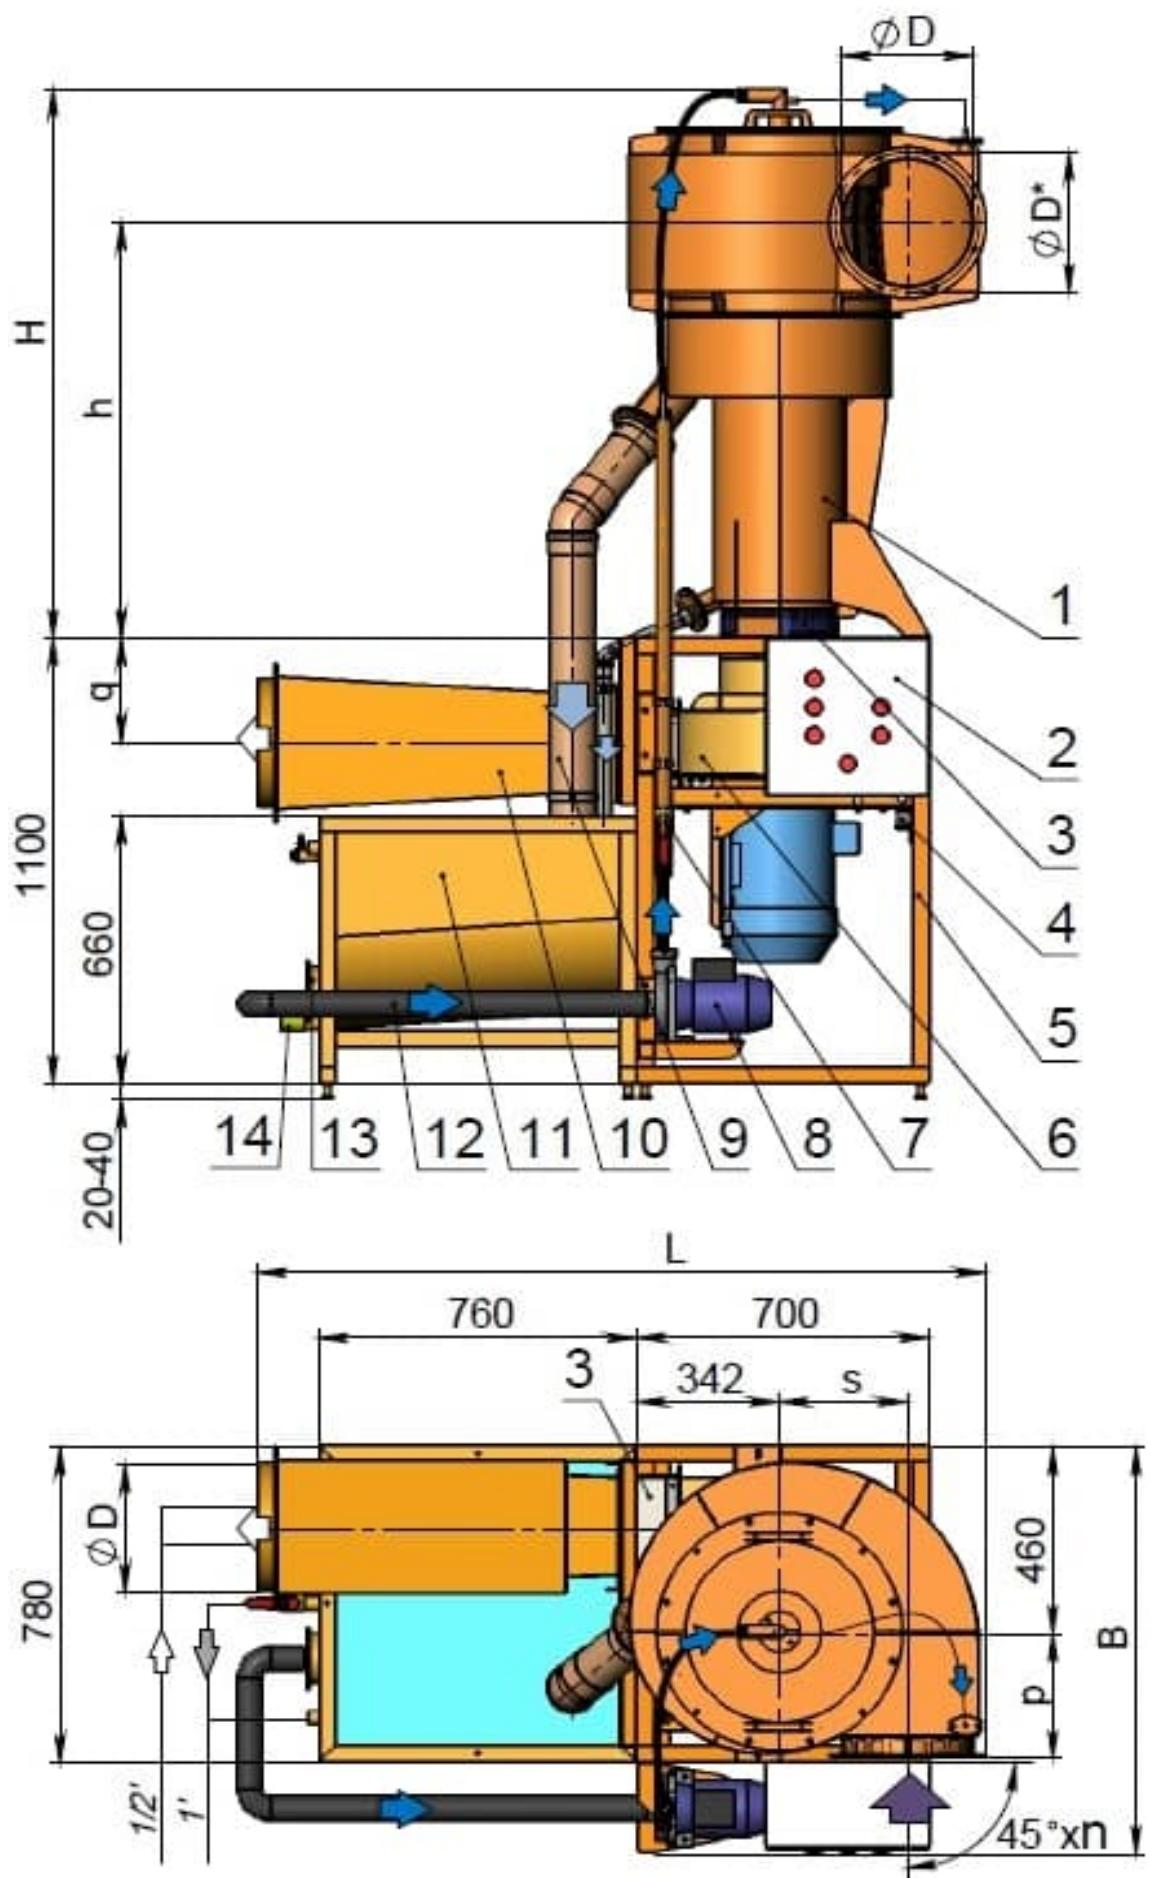
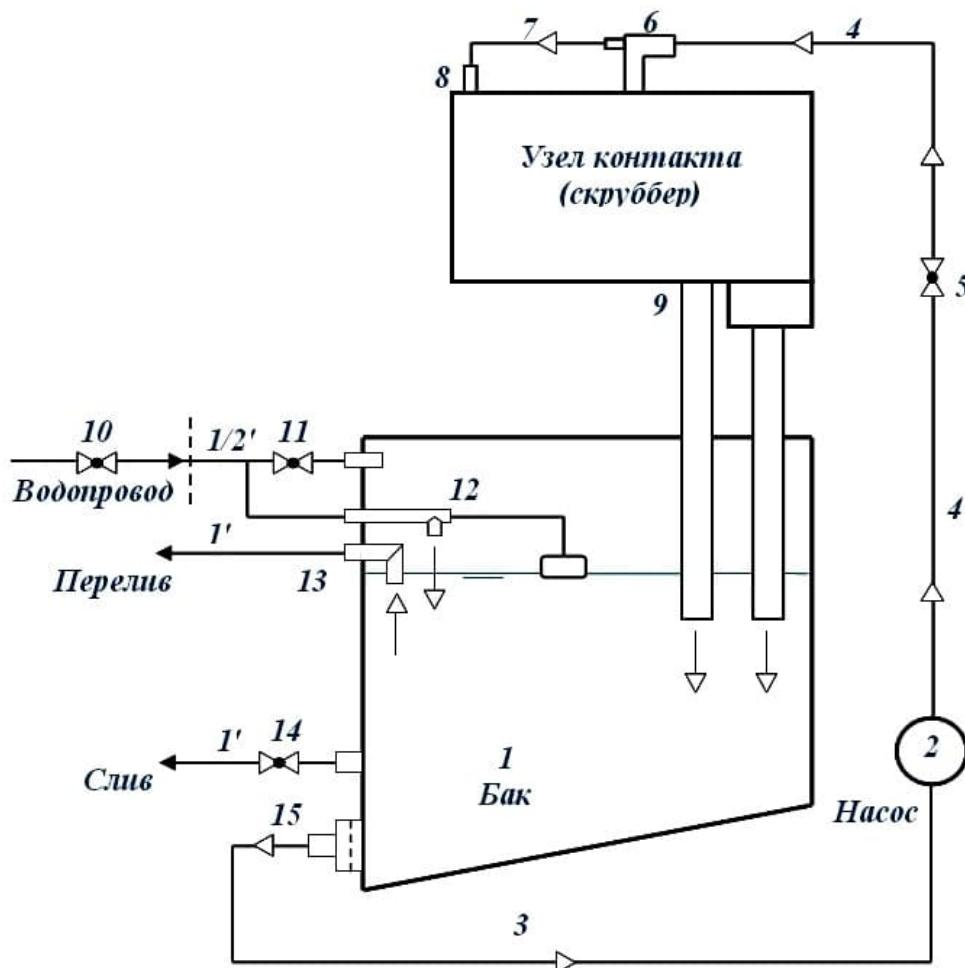
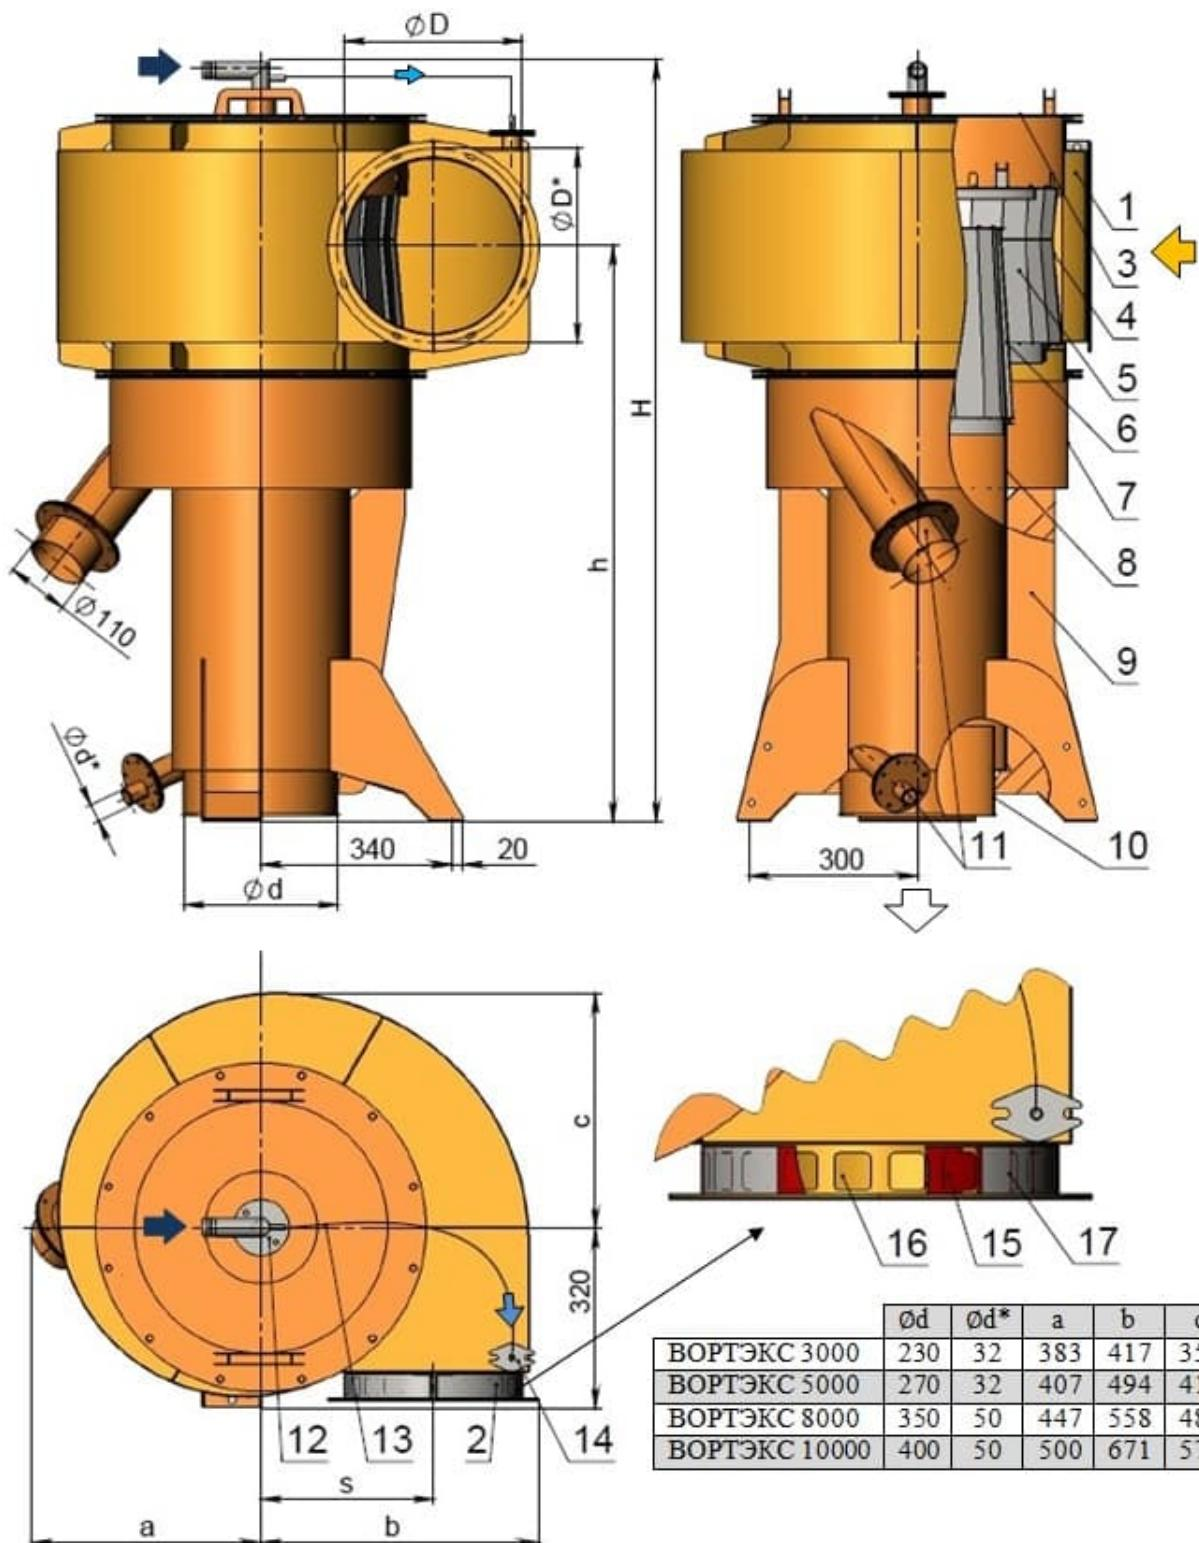
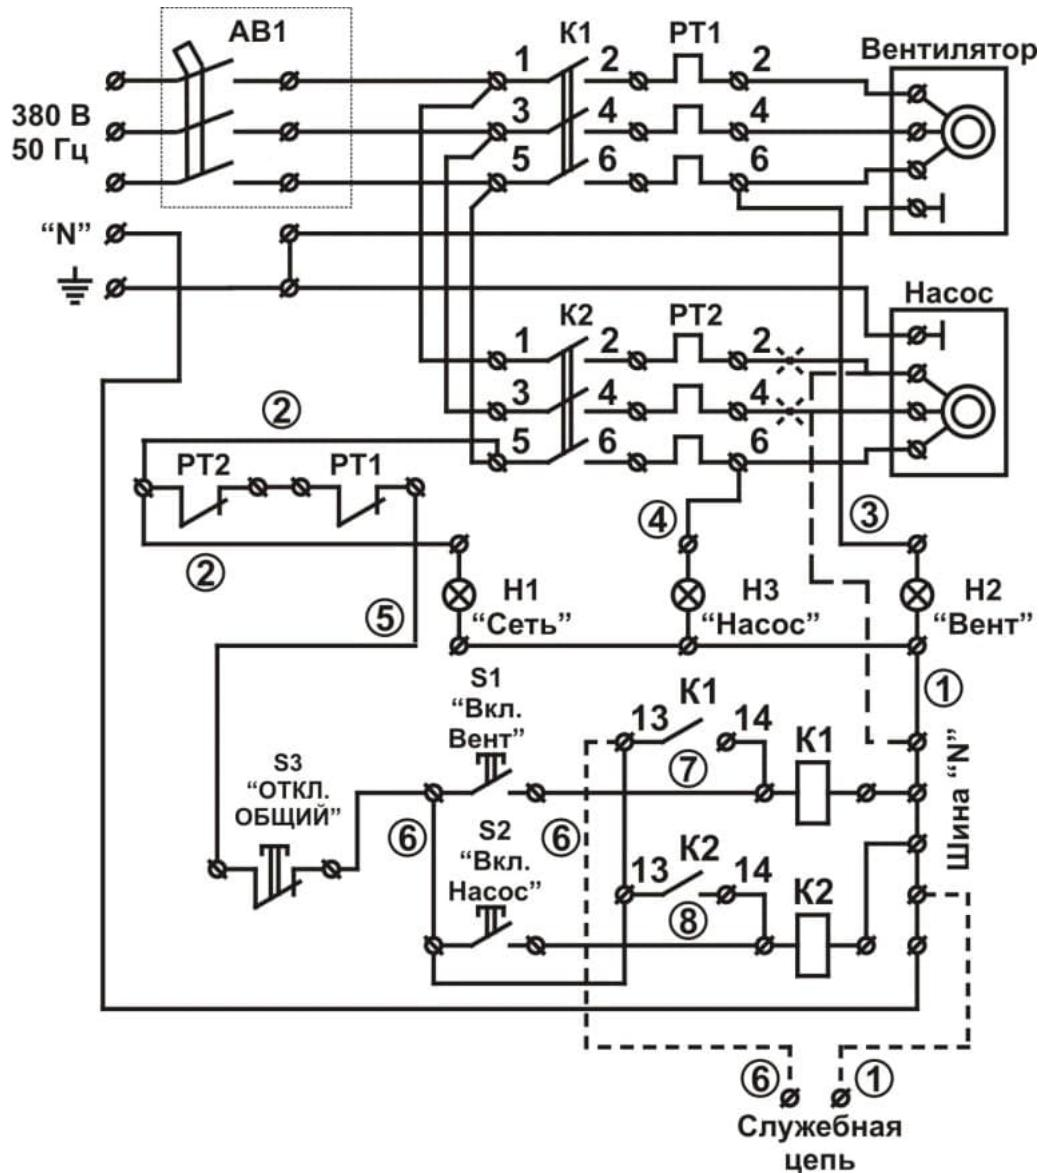

Рис. 1. Вихревой гидрофильтр "Вортэкс" в стандартном исполнении, входной улиткой, ориентированной входом со стороны шкафа управления (270°).
Рис. 2. Схема водооборота установки.
Рис. 4. Узел контакта (вихревой скруббер "Вортэкс").
Рис. 5. Электрическая схема
Вихревые гидрофильтры "Вортэкс" в стандартном исполнении (рис. 1) состоят из следующих сборочных единиц: опорная рама 5, с установленными на ней узлом контакта газа и жидкости (вихревой скруббер "Вортэкс") 1, шкафом управления 2, вентилятором "Вортэкс-3...10" 6, на амортизаторах 4, консольным центробежным насосом 8, гибкими вставками 3, ограничительный вентиль 7, диффузор-шумоглушитель 10, сливные трубы 9, шланг 12, бак обратной воды 11, с установленными на нем штуцером водозабора с предохранительным фильтром 13, сливным штуцером с шаровым краном 14 и необходимая водная арматура.
Основные геометрические размеры установок, не указанные в технических характеристиках и на рис. 1, 2, 3, приведены в таблице:
(рис. 2) включает: бак 1, консольный центробежный насос 2 соединенный шлангом 3 D_y=50мм с баком, шлангом 4 D_y=32мм, с установленными на нем ограничительным вентилем 5 (поз. 7 на рис. 1, 3), соединенным с тройником 6, предназначенным для подачи воды в узел контакта, шлангом 7 D_y=10мм, соединенным со штуцером 8, предназначенным для орошения входа улитки, сливные трубы 9, устанавливаемый на водопроводе вентиль 10 (в комплект не входит), и установленные на баке заправочный штуцер с вентилем 11, штуцер с поплавковым клапаном 12, штуцер перелива 13, сливной штуцер с шаровым краном 14 и штуцер водозабора, оснащенный предохранительным фильтром-сеткой 15.
Узел контакта - вихревой скруббер (рис. 4) включает: улитку **1** с входным по воздуху патрубком **2** и крышкой **3**, установленную внутри улитки вихревую контактную камеру **4**, завихритель **6**, сепаратор **7**, каплеуловитель **8**, опоры **9**, выхлопной патрубок **10** и сливные патрубки **11**. На улитке установлен тройник ввода жидкости **12**, соединенный шлангом **13** со штуцером **14**. Окна **16** (выноска рис.4) жалюзийного типа, используются при необходимости для подсоса воздуха. По умолчанию они перекрыты хомутом **17** с ответными прорезями и уплотнительной манжетой **15**.
Благодаря создаваемому вентилятором разрежению загрязненный воздух поступает во входной патрубок **2** узла контакта (рис. 4), распределяется по периметру улитки **1** и проходит через лопаточный направляющий аппарат вихревой камеры **4**, формирующий равномерно распределенные по периметру тангенциальные струи на входе в камеру и течение вихревой структуры внутри нее.
Вода подается насосом **8** (рис. 1, 3) из бака **11** через предохранительный фильтр-сетку **13** и ограничительный вентиль **7** в тройник **12** (рис. 4), из основного штуцера которого поступает на орошение улитки **1** и вихревой камеры **4**. Часть воды отводится на орошение входного участка улитки с помощью шланга **13** и штуцера **14**. Вместе с воздухом вода поступает в вихревую камеру **4**, где дробится струями воздуха на капли, которые вовлекаются в вихревой поток и центробежными силами отбрасываются к лопаткам направляющего аппарата вихревой камеры. Здесь капли сливаются и вместе с воздухом поступают в центр потока, где вновь дробятся. В результате этого каскадного процесса формируется вращающийся газожидкостный слой **5**, удерживаемый в вихревой камере центробежными силами, эффективно фильтрующий воздух.
На выходе из вихревой камеры основная часть жидкости сбрасывается в карман сепаратора **7** (рис. 4). Небольшая часть жидкости проходит вместе с воздухом через завихритель **6**, подкручивающий поток. Под действием центробежных сил жидкость осаждается на трубе каплеуловителя **8** и собирается в его кармане. Из карманов сепаратора и каплеуловителя через патрубки **11** (рис. 4) и сливные трубы **9** (рис. 1, 3) вода сбрасывается в бак **11** на рециркуляцию.
Система управления установки включает шкаф управления 2 (рис. 1, 3), соединенный электрокабелями с сетью, электродвигателями вентилятора 6 и насоса 8.
Схема электрическая принципиальная показана на рис. 5. Электропитание 380 В, 50 Гц, подается на пускатели двигателя вентилятора и насоса K1 и K2 соответственно. Ток срабатывания защищающего трехфазного автомата AB1 для модели "Вортэкс-3000" - 32А, "Вортэкс-5000" - 40А, "Вортэкс-8000" - 50А, "Вортэкс-10000" – 63А. Пунктиром обозначен вариант присоединения 1-фазного насоса и (только для "Вортэкс-10000") служебная цепь.
В стандартном исполнении со встроенным вентилятором (рис. 1):
В моделях "Вортэкс-8000" и "Вортэкс-10000" узел контакта упаковывается отдельно - сепаратор **7** (рис. 4), каплеуловитель **8** на опорах **9**.
Для монтажа установки (рис. 1,3) необходимо:
6.6 Установить с помощью болтовых соединений на выхлопном патрубке вентилятора **6** диффузор-шумоглушитель **10** в сборе с гибкой вставкой **3** (рис. 1).
6.7 Соединить с помощью прилагаемых шлангов насос **8** (рис. 1, 3) с выходным штуцером фильтра-сетки **13** и ограничительным вентилем **7**, далее с тройником подачи воды **12** (рис. 4), в узел контакта **1**. Закрепить шланги с помощью прилагаемых хомутов. Надеть на сливные патрубки узла контакта **1** трубы **9** (рис. 1, 3).
6.8 Соединить установленный на водопроводе вентиль **10** (рис. 2) напорными шлангами с вентилем **11** и поплавковым клапаном **12**. Соединить шлангами штуцер **13** и кран **14** с канализацией (отстойником, системой утилизации отработанной жидкости). Открыв вентили **10** и **11**, наполнить бак водой. Убедиться в том, что закрытие клапана **12** (отсечение подачи воды) достигается при уровне воды в баке, немного более низком, чем уровень установки штуцера **13**, при необходимости отрегулировать рычаг клапана.
6.9 Убедиться в надежном соединении электрокабелей, выходящих через отверстия в боковой стенке установленного на раме **5** (рис. 1, 3) шкафа управления **2** с электродвигателями вентилятора **6** и насоса **8** в соответствии с принципиальной электрической схемой (рис. 5). Обязательно произвести заземление корпуса шкафа **2**, бака **11** и рамы **5**! Подсоединить шкаф управления к электросети. Проверить соответствие напряжения сети и надежность подсоединения подводящего кабеля к выводам шкафа управления. Подключить установку к сети через установленный в шкафу управления автомат АВ1 – на лицевой панели шкафа должен загореться индикатор "Сеть". Кратковременно включить вентилятор и проконтролировать направление вращения рабочего колеса. При необходимости изменить фазировку подключения вентилятора к сети.
8.1 Перед началом работы убедиться, что все шланги и трубы находятся на штатных местах, шланги надежно затянуты хомутами, а сливной вентиль **14** (рис. 2) закрыт. Открыть вентили **10, 11** и наполнить бак водой из водопровода. Закрыть вентиль **11**. Убедиться в том, что уровень воды в баке регулируется поплавковым клапаном **12**. В противном случае отремонтировать или заменить поплавковый клапан.
Положение ограничительного вентиля **7** (рис. 1,3, поз. 5 рис. 2) устанавливается изготовителем при настройке установки. Изменение его положения может вызвать вынос капельной влаги на выходе гидрофильтра или снижение эффективности воздухоочистки.
9.2.2 Отсоединив трубы **9** (рис. 1, 3) от сливных патрубков узла контакта, проверить состояние патрубков и труб и при необходимости прочистить.
9.2.3 Произвести разборку узла контакта (рис. 4), осмотреть его улитку **1**, сепаратор **7**, каплеуловитель **8**, вихревую камеру **4**, и завихритель **6**. При необходимости промыть их или прочистить. Осмотреть состояние уплотнений из микропористой резины. При заметном износе или повреждениях - заменить их.